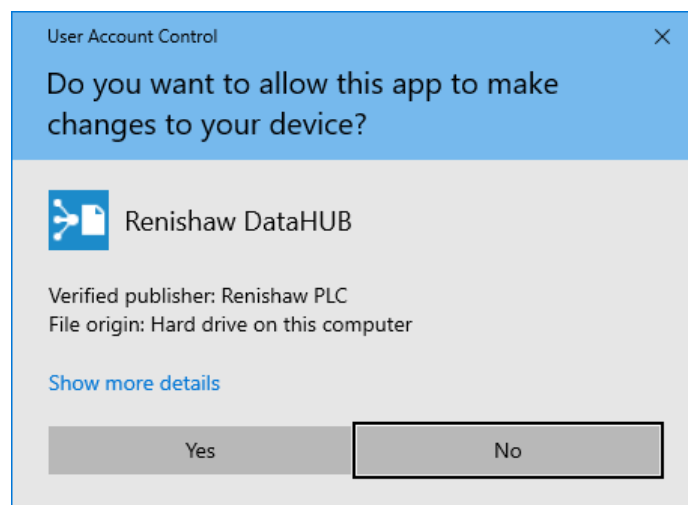

Figura 16 Selezionare “Yes” (Sì)
4. Selezionare “Yes” (Sì) – vedere Figura 16.